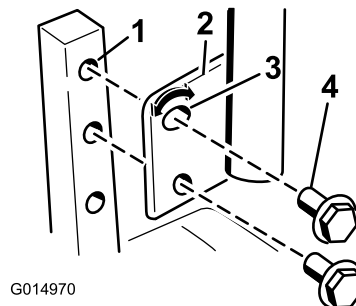

Figura 25
1. Retire los 2 pernos y las 2 arandelas que sujetan la palanca de control al brazo de la palanca de control (Figura 25).
2. Mueva la palanca al juego de taladros siguiente. Sujete la palanca con los 2 pernos y las 2 arandelas (Figura 25).